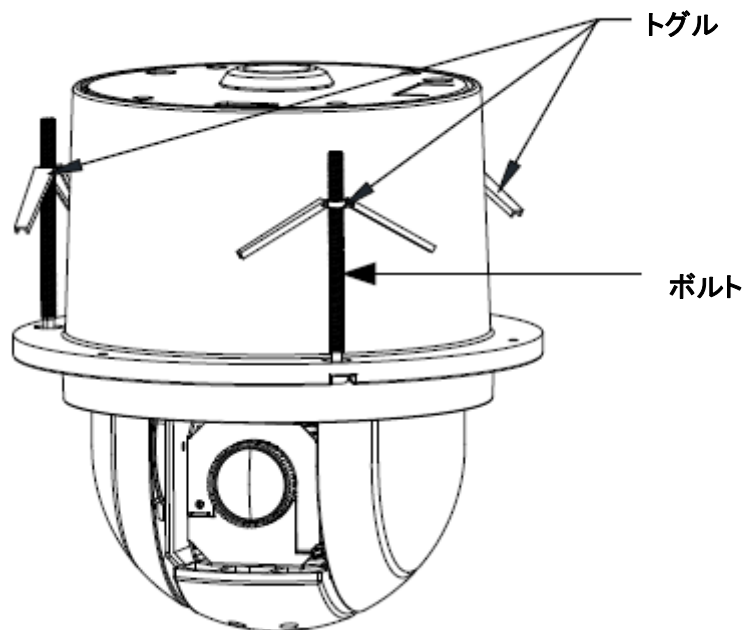

図 1-22 トグルボルトの取り付け
- 4) 図 1-22 に示すように、トグルを再インストールします。